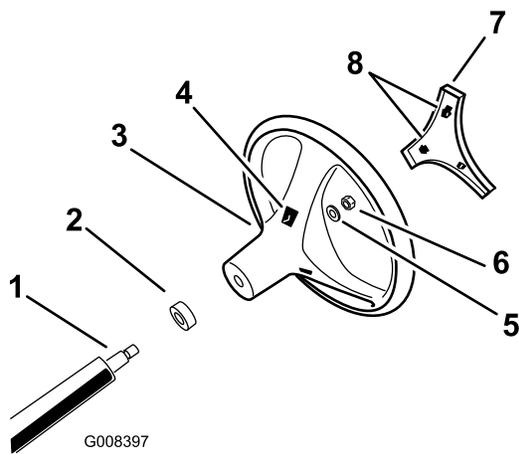

Bild 3
4. Befestigen Sie das Lenkrad mit der Mutter an der Welle (Bild 3). Ziehen Sie die Mutter auf 24-29 Nm an